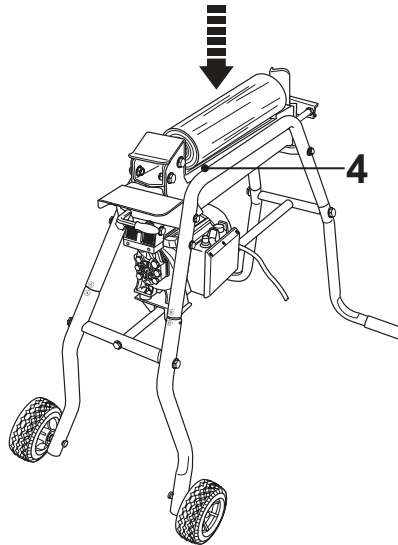

Fig. 6
- Placez la bûche à l'horizontale sur le guide [4], en la centrant bien (Fig. 6).